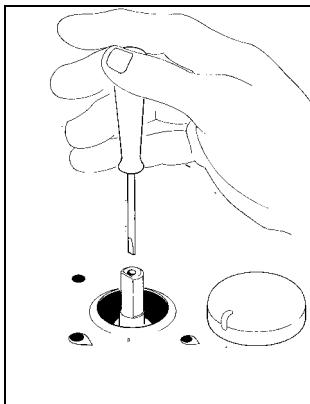

fig.7
- 2) Enlevez le bouton ( Fig. 7 ) du robinet qui est réglé pour la pression standard. Le bouton se trouve sur la barre du robinet-même.
- 3) Près de la barre du robinet sur le top de travail, insérez un petit tournevis à encoches dans la tige de soupape (Fig. 7) et tournez la vis du réducteur de pression à droite ou à gauche jusqu'à ce que la flamme du brûleur soit réglée de la manière la plus appropriée au MINIMUM.